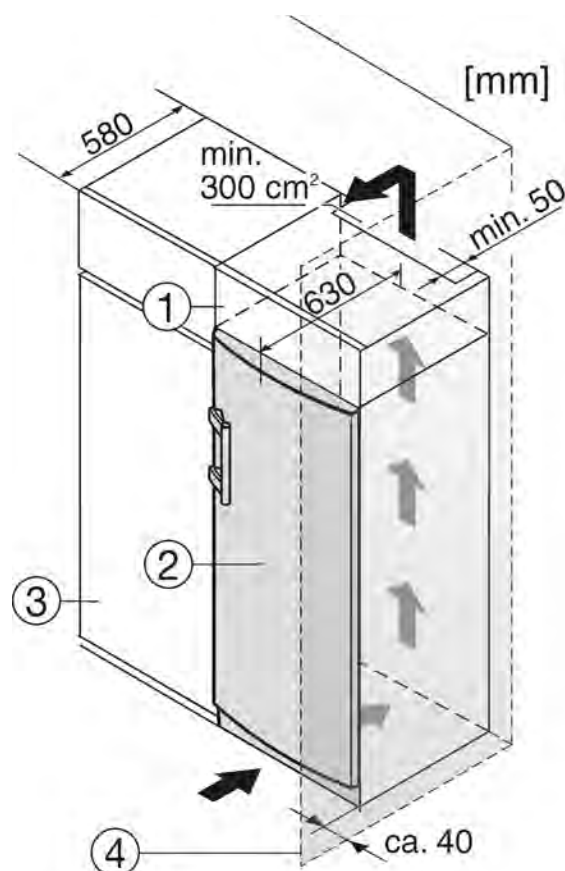

Fig. 8
(1) Nastavná skříňka
(2) Přístroj
(3) Kuchyňská skříň
(4) Stěna
Při montáži do kuchyňských skříní (hloubka max. 580 mm) lze přístroj instalovat hned vedle kuchyňské skříně Fig. 8 (3). Dvířka přístroje přesahují přední stěnu kuchyňské skříně na stranách o 34 mm a uprostřed o 50 mm. To umožňuje jejich volné otevírání a zavírání.
Když se přístroj instaluje závěsy vedle stěny Fig. 8 (4), musí být vzdálenost přístroje od stěny alespoň 40 mm. To odpovídá přesahu madla při otevřených dvířkách.